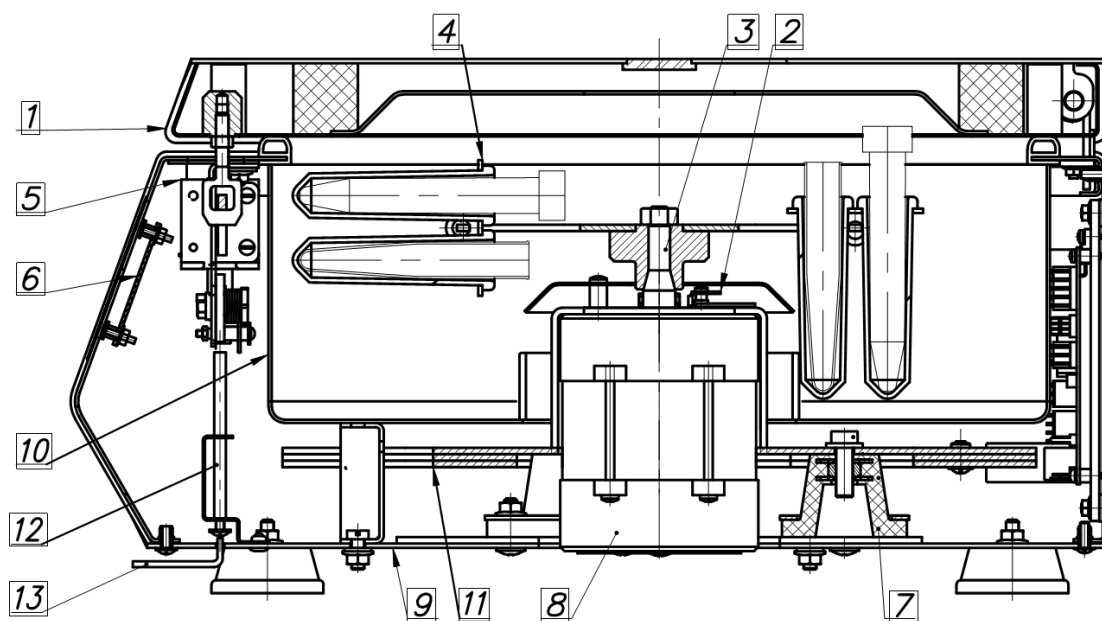
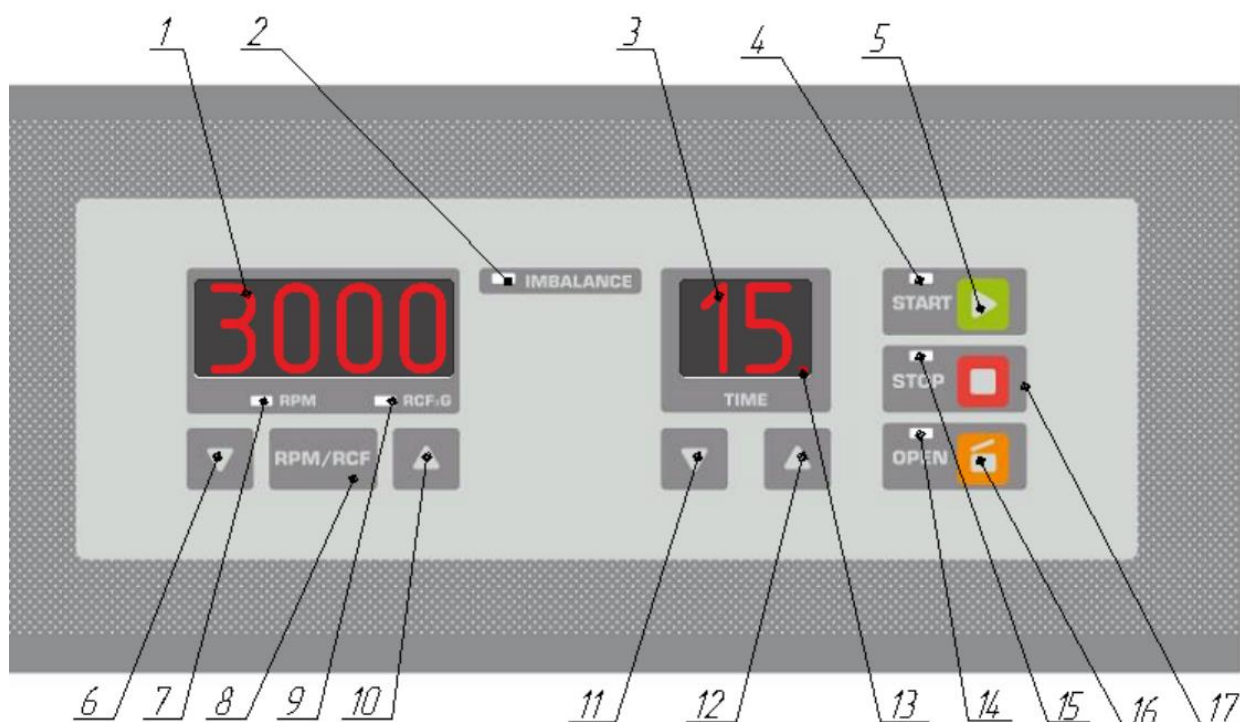

Рис.4 Устройство центрифуг Liston C 2201, Liston C 2202, Liston C 2203 (изображение устройства условное, без учета различий центрифуг)
Рис.5 Панель управления центрифугами Liston C 2201, Liston C 2202, Liston C 2203
- Откройте центрифугу при помощи г-образного ключа, поставляемого в комплекте, нажав им, через отверстие в днище центрифуги (Рис.4 поз.13), на толкатель (Рис.4 поз.12 – для центрифуг Liston C 2201, Liston C 2202), либо через 2 отверстия, расположенных с боков центрифуги чуть ниже крышки (для Liston C 2203) , либо открыв ручной замок (для Liston C 2204 Classic) и извлеките комплект поставки (адаптеры, документацию и т.д.)
- Включите центрифугу переключив сетевой выключатель, расположенный сзади справа в положение ON (I). при этом загорятся цифровые индикаторы поз.1 и поз.3 и индикатор режима «STOP» поз. 15. (Рис. 5)
- Для открытия крышки нажмите кнопку «OPEN» (поз. 16, рис.5). Загорится соответствующий индикатор (поз. 14 рис.5). **При экстренной**
- Для установки скорости вращения выберите единицы измерения скорости (селектор RPM/RCF – поз. 8 рис.5). Выбранный режим отобразится на соответствующем индикаторе поз. 7 (Рис.5) – RPM (обороты в минуту) или поз. 9 – RCF (единицы относительного центробежного ускорения).
Установите требуемую скорость вращения используя кнопку Поз.6 (рис.5) и кнопку Поз.10 (рис.5) для уменьшения и увеличения значения соответственно. Если зажать кнопки регулировки скорости более чем на 3 сек. изменения ускорятся.
- Для установки времени центрифугирования используйте кнопку Поз.11 (рис.5) и кнопку Поз.12 (рис.5) для уменьшения и увеличения значения соответственно. Если зажать кнопки регулировки скорости более чем на 3 сек. изменения ускорятся.
- Чтобы закрыть крышку центрифуги нажмите на нее над «язычком(ами)» электрозамка с небольшим усилием до «щелчка». Когда центрифуга закроется соответствующий индикатор OPEN (поз.14 рис. 5) потухнет.
- Для запуска вращения нажмите кнопку «START» (поз.5 рис.4). В момент старта потухнет индикатор «STOP» (поз. 15 рис.5) и загорится индикатор «START» (поз. 4 рис.5). Ротор начнет плавный разгон до установленной скорости. Текущая скорость вращения будет отображаться на индикаторе
скорости (поз.1 рис.5), а оставшееся время вращения на индикаторе времени поз.3 (рис.5). Обратите внимание, что кратковременные скачки скорости (+/- 200 об/мин) после набора центрифугой заданной скорости – это нормальная ситуация, связанная особенностями поддержания установленной скорости вращения.
- Когда установленное время центрифугирования истечет, ротор начнет плавное торможение до полной остановки. Во время торможения индикатор «STOP» (поз.15 рис.5) будет мигать. После полной остановки ротора прозвучит трехкратный звуковой сигнал, крышка автоматически откроется, индикатор «STOP» (поз.15 рис.5) загорится в постоянном режиме, а индикаторы скорости и времени отобразят предыдущий установленный режим центрифугирования.
- Центрифуги Liston C 2201, Liston C 2202 and Liston C 2203 могут работать в режиме прямого (а не обратного) отсчета времени. Для работы в данном режиме установите время центрифугирования на 0 и нажмите кнопку «START» (поз. 4 рис.5). Процесс центрифугирования будет продолжаться до 100 мин. или до нажатия кнопки «STOP» (поз.15 рис.5). При работе в режиме прямого отсчета времени будет гореть индикатор в виде точки (поз. 13 рис.5)
**- В случае срабатывания аварийной остановки центрифуги при превышении вибраций ротора допустимых пределов (дисбаланс ротора) загорится индикатор «IMBALANCE» (поз.2 рис.5), индикатор «STOP» (поз.15 рис.5) начнет мигать и прозвучит трехкратный звуковой сигнал, после этого индикатор «STOP» (поз.15 рис.5) начнет гореть в постоянном режиме и центрифуга экстренно остановится. После аварийной остановки центрифуги – крышка НЕ откроется автоматически. Для открытия крышки нажмите кнопку «OPEN» (поз.16 рис.5). Прежде чем запускать центрифугу снова, убедитесь, что ротор установлен загружен согласно п.3.3 настоящего руководства.**